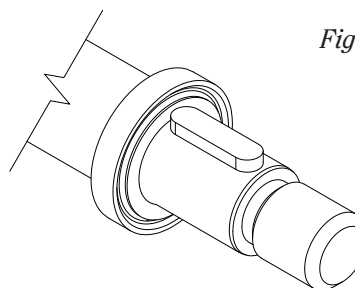

Figura 24
- Coloque la cuña del eje (nº8) e impulsor (nº22) en el eje de la bomba. (Figura 24) Enrosque la tuerca del impulsor (nº23) en el eje y apriétela.